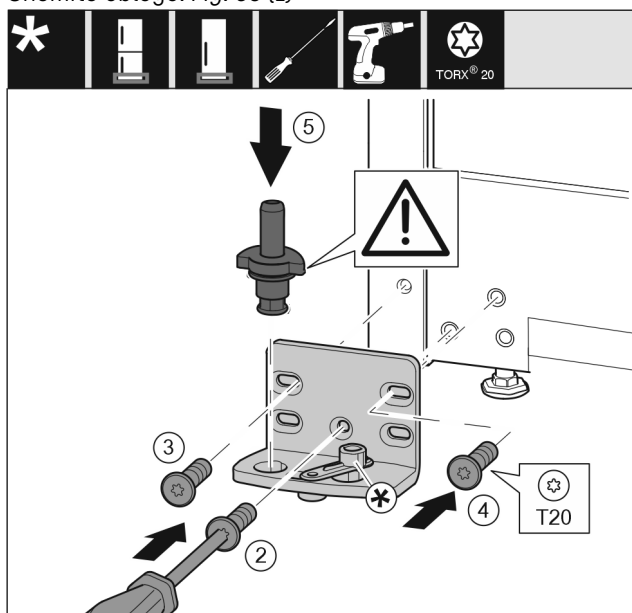

Fig. 36
- ▶ Ležajni podstavek namestite na drugo stran in privijte s pomočjo izvijača T20. Pričnite z vijakom 2 spodaj na sredini. Fig. 36 (2)
- ▶ Privijte vijaka 3 in 4. Fig. 36 (3,4)
- ▶ V celoti vstavite ležajni sornik. Pri tem pazite na to, da je zaskočni zapah obrnjen nazaj. Fig. 36 (5)
- ▶ Ležajni podstavek namestite na drugo stran in privijte s pomočjo izvijača T20. Pričnite z vijakom 2 spodaj na sredini. (2)\*
- ▶ Spoj blažilnika za zapiranje vrat obrnite za 180°. Na drugi strani ležajnega podstavka privijte z izvijačem T20. (5)\*
- ▶ V celoti vstavite ležajni sornik. Pri tem pazite na to, da je zaskočni zapah obrnjen nazaj. (6)\*